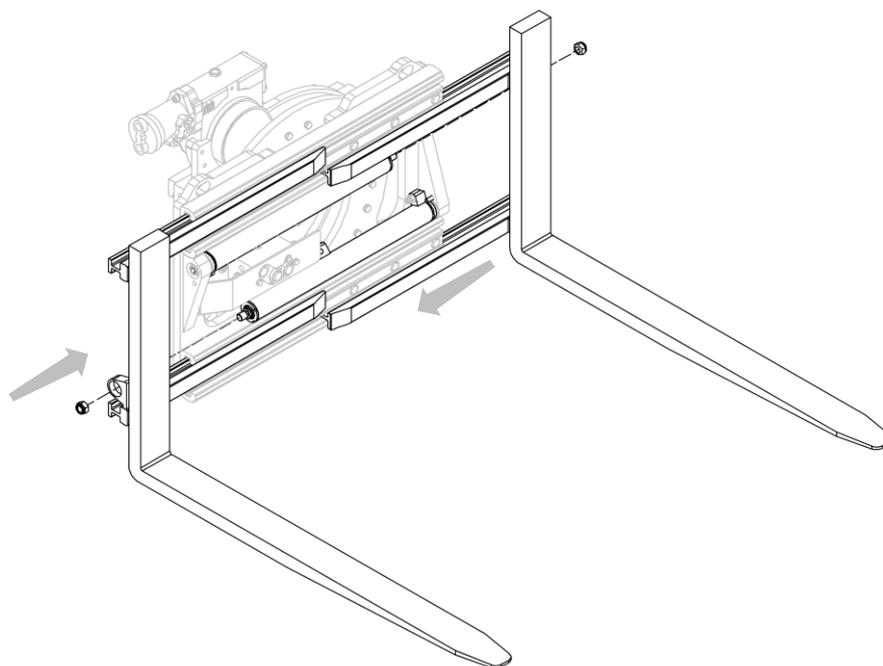
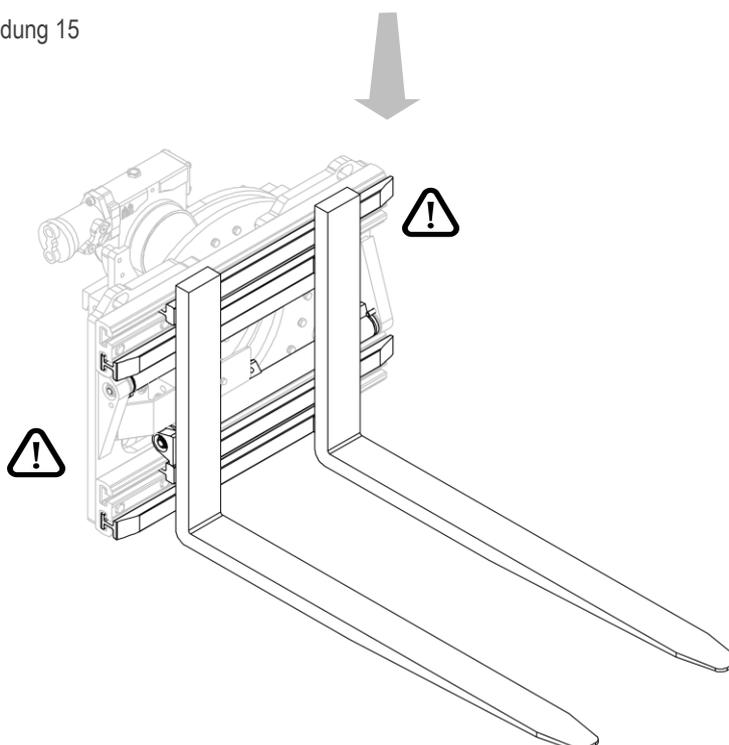

Abbildung 15
Abbildung 16
2. Setzen Sie die Gabelzinken mit Gleitprofilen in die vorgesehenen Sitze ein und befestigen Sie sie mit den entsprechenden Muttern an den Zylindern (siehe *Abbildung 15* und *Abbildung 16*).